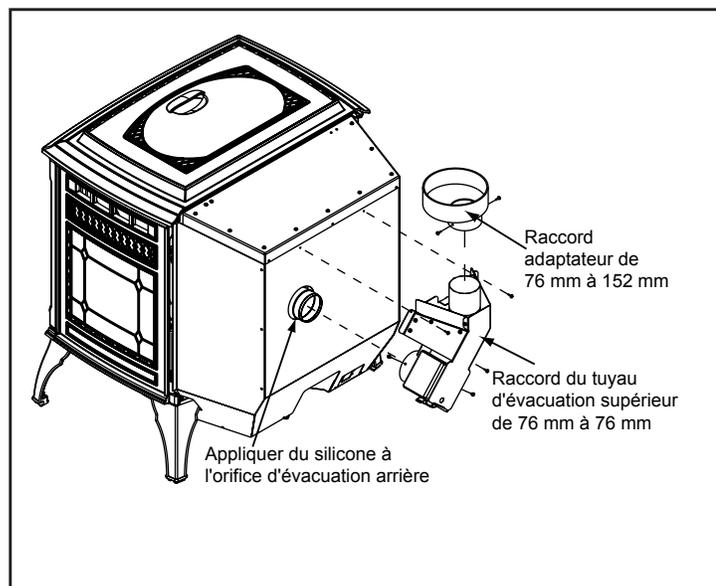

Figure 20.1
1. Appliquez une couche de silicone à haute température sur le pourtour de l'orifice d'évacuation de 76 mm. **Figure 20.1.**
2. Faites glisser le raccord du tuyau d'évacuation supérieur sur l'orifice d'évacuation des gaz de combustion à l'arrière du poêle et ajustez l'ensemble dans la position verticale jusqu'à ce que l'orifice d'évacuation soit centré et dans une position équilibrée. **Figure 20.1.**